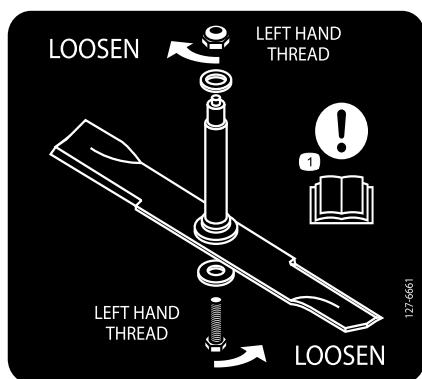

Figure 99
- Enlevez de l'axe, le boulon de la lame droite (fileté à gauche), la rondelle bombée et la lame (Figure 99).
Remarque: Notez le type de lame et sa position de montage. Voir la Figure 99 pour la position correcte.